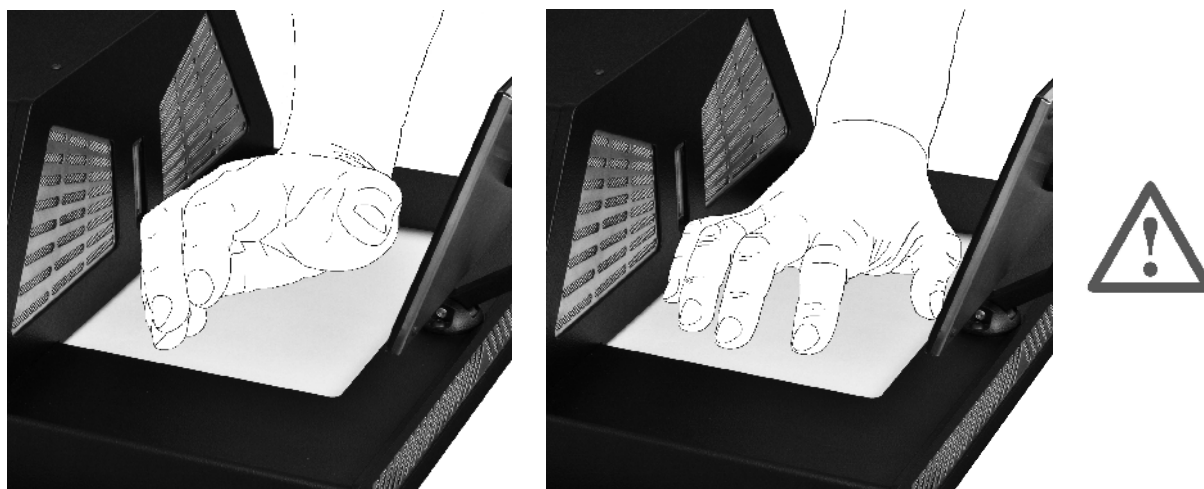

Рис. 16
- Старайтесь не допускать частичного прижатия руки к пробоотборной пластине (Рис. 16).